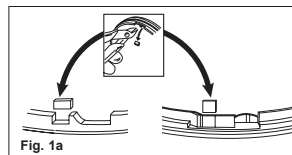

Fig. 1a
W razie potrzeby mechanizm blokujący głośnika na podstawie można uruchomić, usuwając cienką warstwę folii pokazaną na Rys. 1a za pomocą szczyptec lub podobnego narzędzia. Aby utworzyć zablokowaną głowicę, należy używać małe, białe zamknięcie z otworu bocznego głośnika i za pomocą narzędzia umieszczonego w otworze nacisnąć zatrzask jednocześnie przekierując głowicę. Piersiści „O” i zamknięcie muszą zostać założone ponownie, aby zapewnić zabezpieczenie przed warunkami pogodowymi.
b) Isolera enheten från elnätet innan locket avlägsnas. Endast personal med lämplig kompetens får ha tillgång till enheten för att utföra ton- eller volymjusteringar. **VARNING:** enheten innehåller inga delar att underhållas av användaren. Om så behövs, kan mekanismen för att låsa summern vid basen aktiveras genom att avlägsna den tunna plastbiten, såsom visas i Fig. 1a, med en sidvärtare eller liknande. För att öppna ett låst huvud, avlägsna den lilla vita proppen från hålet på sidan av summern, för in ett verktyg i hålet och tryck ned klämman medan huvudet vrids. O-ringen och proppen måste sättas tillbaka för att bibehålla vädertätning.
Om nødvendigt kan mekanismen for aflåsning af lyd alarmen til underlaget aktiveres ved at fjerne det tynde plastik lag, som vist på fig. 1a; dette kan gøres med sideskæreren eller et lignende værktøj. For at åbne et låst hoved, fjern den lille hvide spustap fra hullet på lyd alarmens side, og sæt et værktøj ind i hullet og tryk klæmme ned mens hovedet drejes. O-ringen og spunstappen skal monteres for at bevare vejrtætningen.
If required, the mechanism for locking the beacon to the base can be activated by removing the thin section of plastic shown in Fig. 1a with side cutters or a similar tool. To open a locked head, remove the small rubber bung from the hole on the side of the sounder, insert a tool into the hole and depress the clip whilst twisting the head. The O-ring and bung must be re-fitted to maintain the weatherproofing.
Um den Signalgeber im Sockel zu arretieren, ist das Sicherungssplättchen im Gehäuse zu entfernen. Dies kann vorsichtig mit einem Seitenschneider oder ähnlichem Werkzeug, wie in der Abb. 1a dargestellt, herausgelöst werden. Um einen arretierten Signalgeberkopf aus dem Sockel zu entnehmen, ist zunächst die weiße Schutzkappe am Kopf herauszuziehen und durch die Öffnung, mit einem schmalen Schraubendreher, den innen liegenden Verschlussbügel aus der Arretierungsposition zu drücken. Um die Schutzkappe zu erhalten, ist die Schutzkappe und der O-Ring wieder einzusetzen.
aangegeven in Fig. 1a. Om een vergrendelde kap te openen: verwijder de kleine witte stop uit het gat aan de zijkant van het alarm, steek een schroevendraaier o.i.d. in het gat en druk het lipje in terwijl u de kop draait. De o-ring en de stop moeten worden teruggeplaatst om de waterdichtheid te behouden.
Active el mecanismo de seguridad si esto fuera necesario, para evitar que la luz pueda ser desconectada de la base. Para hacer esto, corte el cacho de plástico que le mostramos en la Fig. 1a. Una sirena que haya sido bloqueada, solo se puede desbloquear quitando el pequeño tornillo situado en el lateral e insertando una pequeña varilla para presionar el mecanismo de bloqueo. Debemos asegurar que la arandela y el tapón están colocados para asegurar la resistencia a intemperie.
Se necessário, o mecanismo para fixar o sensor à base pode ser activado removendo a fina película de plástico ilustrada na Fig. 1a com um alicate de corte ou uma ferramenta semelhante. Para abrir uma cabeça bloqueada, retire o pequeno tampão branco do orifício existente na parte lateral do sensor, insira uma ferramenta no orifício e carregue na mola enquanto roda a cabeça. O O-ring e o tampão devem ser reinstalados no intuito de manter a estanqueidade às intempéries.